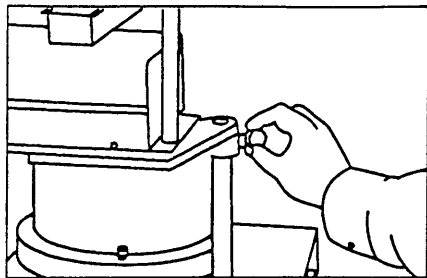

Abb. 16
- Verbinden Sie die DR 1000 mit der Aufnahme (Abb. 16)
- Schieben Sie die Aufnahme auf die Stativstange (Abb. 16)
- Fixieren Sie die Dosierrinne in Arbeitsstellung mit Sterngriff (Abb. 16)
- Lösen Sie den Sterngriff (siehe Abb. 16) und schwenken Sie die Dosierrinne zur Seite.